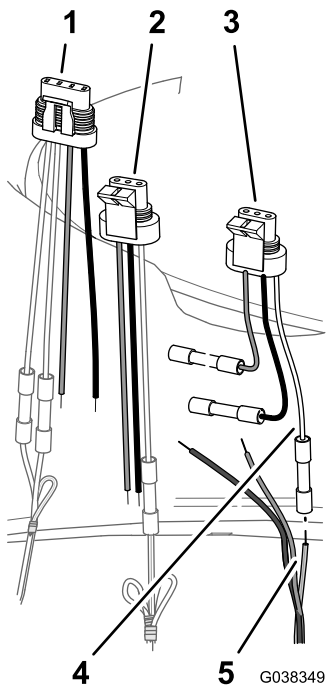

Рисунок 45
1. Вставьте желто-зеленый провод жгута проводов DIN в соединитель проводов встык на белом проводе 3-штыревого переходника для главного распылительного клапана (Рисунок 45).